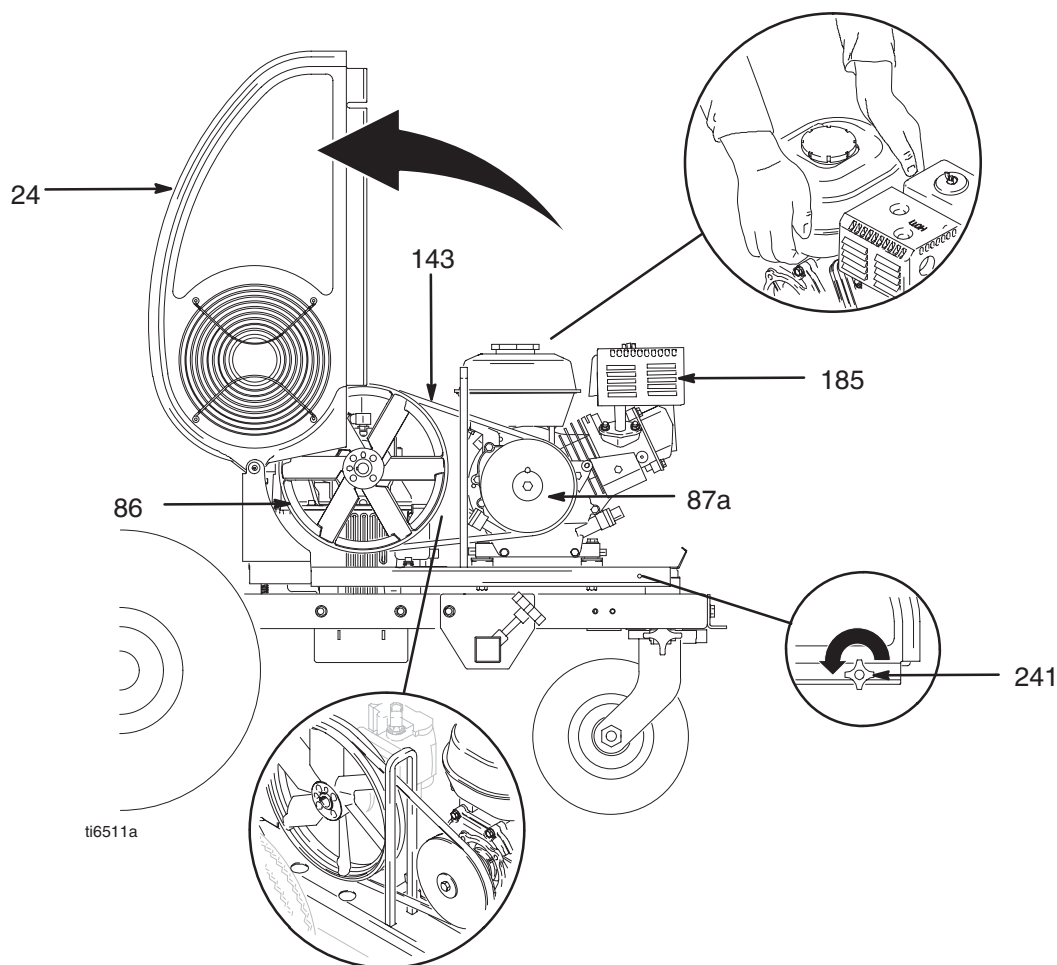

Рис. 5
2. См. Рис. 5. Ослабьте затяжку ручку крепления кожуха ремня (241).
3. Поверните кожух ремня (24) вверх.
4. Приподнимите двигатель (185) вверх для снятия натяжения с ремня (143).
5. Снимите ремень со шкива вентилятора (86) и со шкива вентилятора (87а).